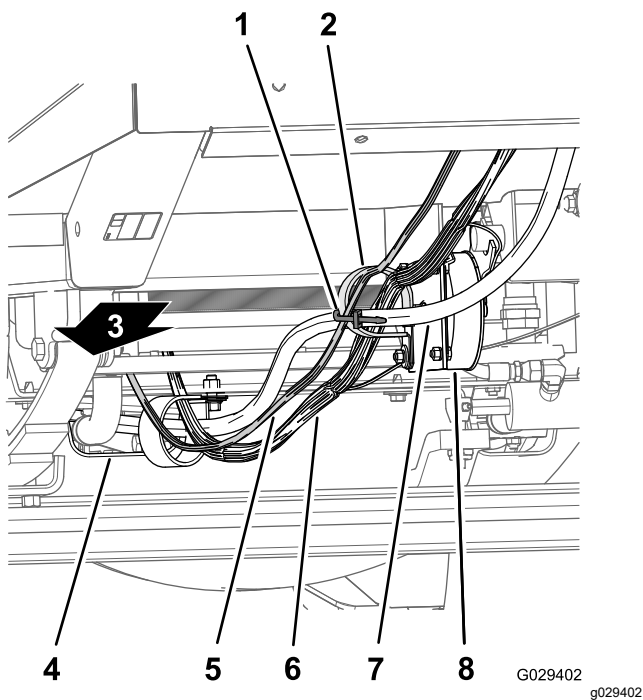

Figura 13
- Enrute el ramal del salpicadero de 240 cm del arnés de cables a lo largo del arnés de cables y las mangueras de dirección de la máquina (bajo el radiador) a través de la abrazadera en R en la parte inferior del soporte del radiador y a través de la abrazadera en R del serpentín del control de velocidad sobre el terreno (Figura 13 y Figura 14).
2. Enrute el ramal del salpicadero de 240 cm del arnés de cables hasta la abrazadera en R del serpentín de control de velocidad sobre el terreno (Figura 13 y Figura 14).